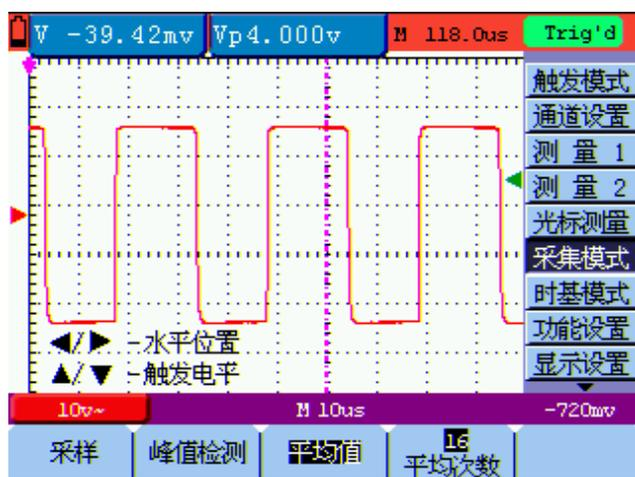

图 12: 平均值采样方式
3. 按 **F3** 键，选择 **平均值**，再按 **F4** 键，选择 **平均次数 16** 次。这时会平均 16 次测量结果显示。见图 12：